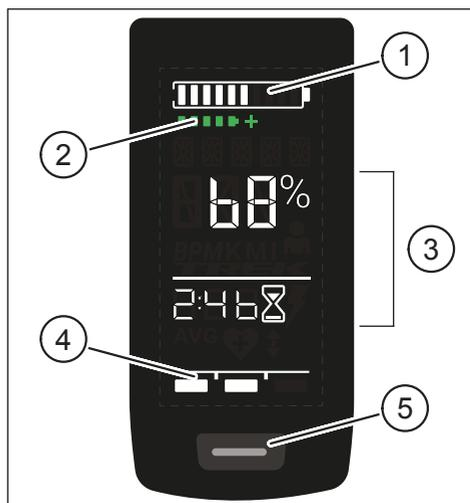
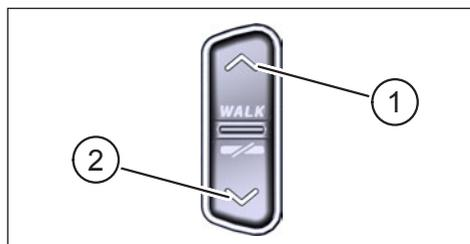

Fig. 1: Elementos de funcionamiento y presentación en la Display
Fig. 2: Elementos de control del Remote
Pos. en Fig. 1	Descripción
Pos. en Fig. 2	Descripción
- ▶ Mantenga pulsado el botón de control del Display (Pos. 5 en Fig. 1) y el botón de control ABAJO Remote (Pos. 2 en Fig. 2) durante al menos 5 s.
- Pulse **brevemente** el botón de control de la Display (Pos. 5 en Fig. 1) para pasar a la siguiente vista de Display.
- Pulsando el botón de funcionamiento ABAJO del Remote (Pos. 2 en Fig. 2)
- Pulsando el botón de funcionamiento del Display (Pos. 5 en Fig. 1)